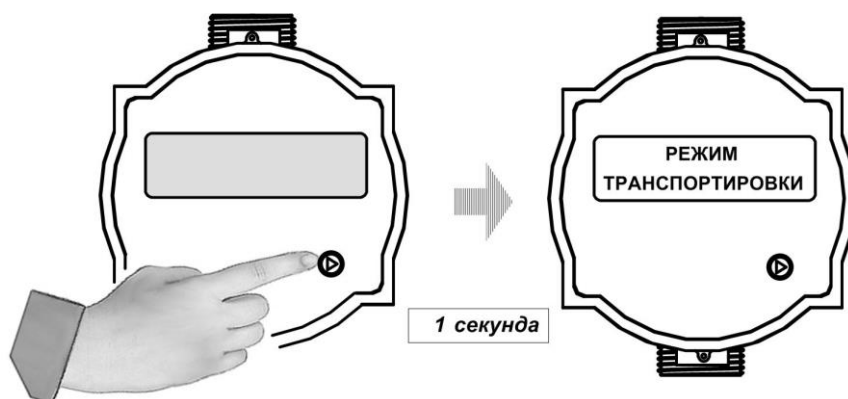

Рис.4. Переход к окну индикации «РЕЖИМ ТРАНСПОРТИРОВКИ».
- 6.3.4. Расходомер при выпуске из производства находится в режиме транспортировки: отсутствует доступ к пользовательскому меню, после кратковременного (**примерно 1 секунда**) нажатия на кнопку управления (рис.4) на ЖКИ отображается надпись **РЕЖИМ ТРАНСПОРТИРОВКИ**.